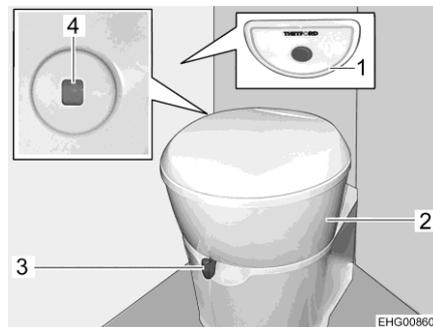

Fig. 68 Inodoro
La taza del inodoro se podrá girar a la posición deseada. Para ello, agarrar la parte superior (Fig. 68,2) del inodoro con ambas manos y girarla.
La unidad de mando con el botón del inodoro (Fig. 68,1) está instalado cerca de la taza del inodoro.
El color del indicador de nivel de llenado (Fig. 68,4) cambiará de color verde a rojo cuando se debe vaciar el depósito de aguas fecales.
- Antes del lavado, abrir la corredera del inodoro. Para ello, empujar la palanca de corredera (Fig. 68,3) en sentido contrario a las agujas del reloj.
- Para lavar, pulsar el botón del inodoro azul (Fig. 68,1).